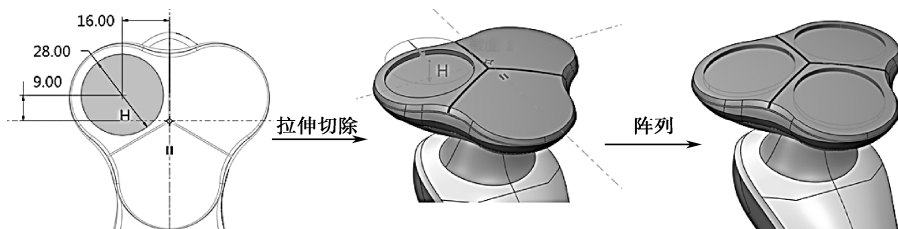

图 7-167 拉伸切除阵列
(3) 参考分步骤 (2)，利用拉伸切除和阵列工具，完成如图 7-167 所示的模型。